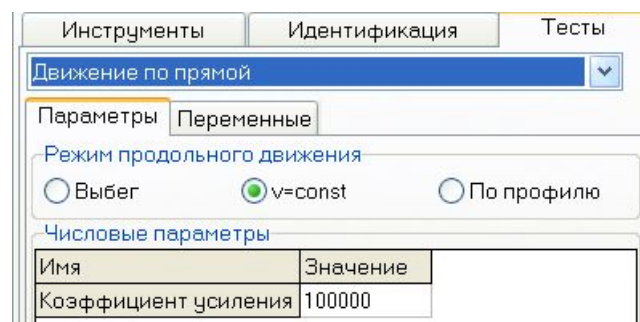

Рис. 57 Параметр теста «Движение по прямой»
- 1) Выберите тип теста «Движение по прямой» и назначьте значение коэффициента усиления, рис. 57. Этот параметр будет использоваться при поддержании постоянной скорости продольного движения ГМ или при заданном графику изменения скорости «По профилю». При выборе режима **Выбег** коэффициент усиления не используется.